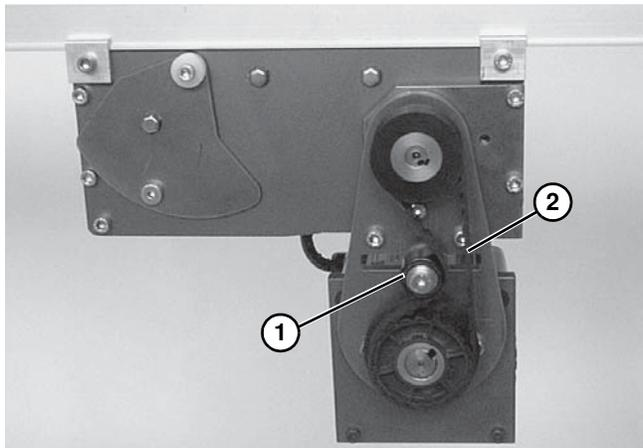

**Figura 34**
1. Quite los tornillos de la cubierta (**Figura 34, artículo 1**) y retire la cubierta (**Figura 34, artículo 2**).